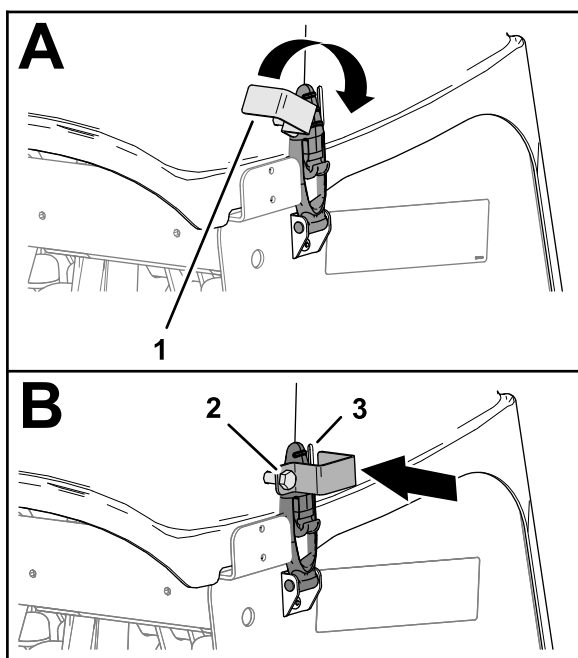

Figura 154
3. Dacă maina dumneavoastră dispune de elemente de blocare CE, rotiți placa de blocare până când se aliniază cu fanta din partea laterală a capului de carotaj (Figura 154).
4. Strângeți urubul plăcii de blocare (Figura 154).